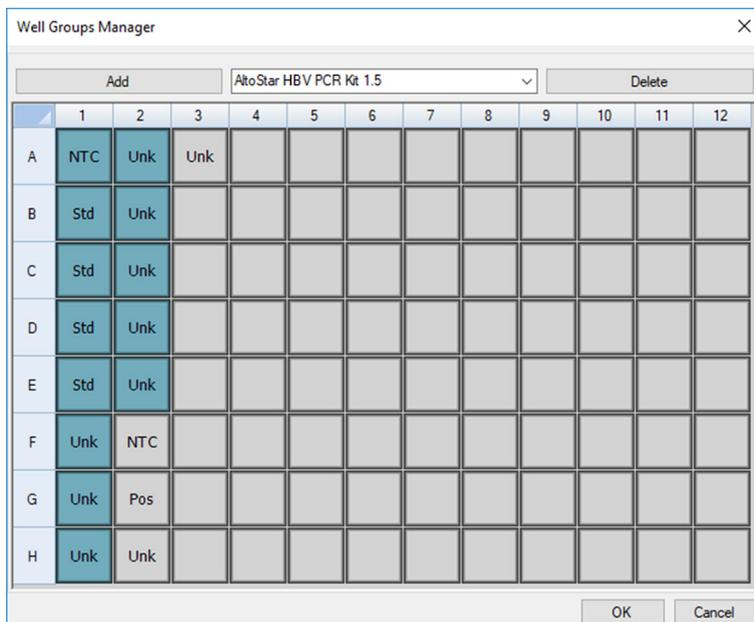

Figure 2: Boîte de dialogue Well Groups Manager (Gestionnaire de groupes de puits)
2. Dans la boîte de dialogue Plate Editor (Éditeur de plaque), cliquez sur **Well Groups...** (Groupes de puits...) dans la barre d'outils. La boîte de dialogue Well Groups Manager (Gestionnaire de groupes de puits) s'affiche (voir la figure 2).
5. Sélectionnez tous les puits de la PCR plate (plaque PCR) situés dans la zone appartenant au premier essai (voir la figure 2). Les puits appartenant à un essai individuel peuvent être identifiés dans la boîte de dialogue Plate Editor (Éditeur de plaque) grâce aux éléments saisis dans le champ **Biological Set** (Ensemble biologique).